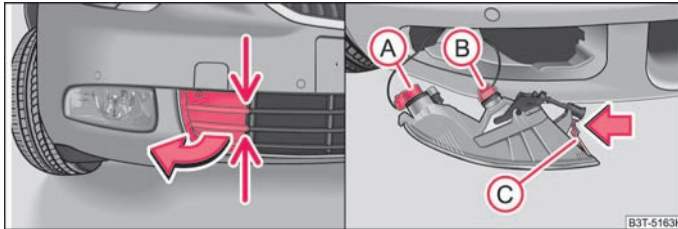

Abb. 218 Vorderer Stoßfänger: Abdeckung / Nebelscheinwerfer mit Tagfahrlicht
- Greifen Sie die Abdeckung an den mit Pfeilen gekennzeichneten Stellen ⇒ Abb. 218 - links an und nehmen Sie diese heraus.
- Führen Sie die Hand in die Öffnung, in der sich die Abdeckung befand, und drücken Sie die Federfalle C ⇒ Abb. 218.